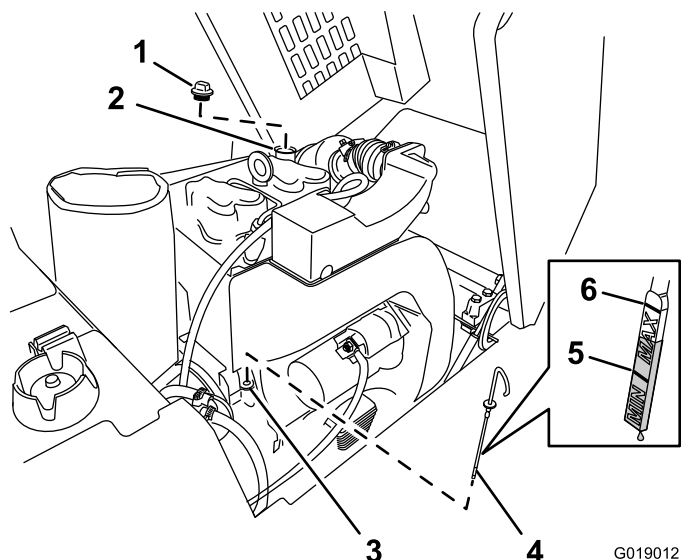

Figura 28
4. Limpie alrededor de la varilla de aceite y del alojamiento de la varilla (Figura 28).
8. Si el nivel de aceite está por debajo del nivel mínimo de la varilla (Figura 28), siga estos pasos:
- A. Limpie la zona alrededor del tapón de llenado de aceite y retire el tapón (Figura 28).
- B. Vierta lentamente suficiente aceite por el tubo de llenado de aceite hasta que el nivel de aceite esté entre los niveles Mínimo y Máximo de la varilla (Figura 28).
- C. Coloque el tapón de llenado de aceite (Figura 28).